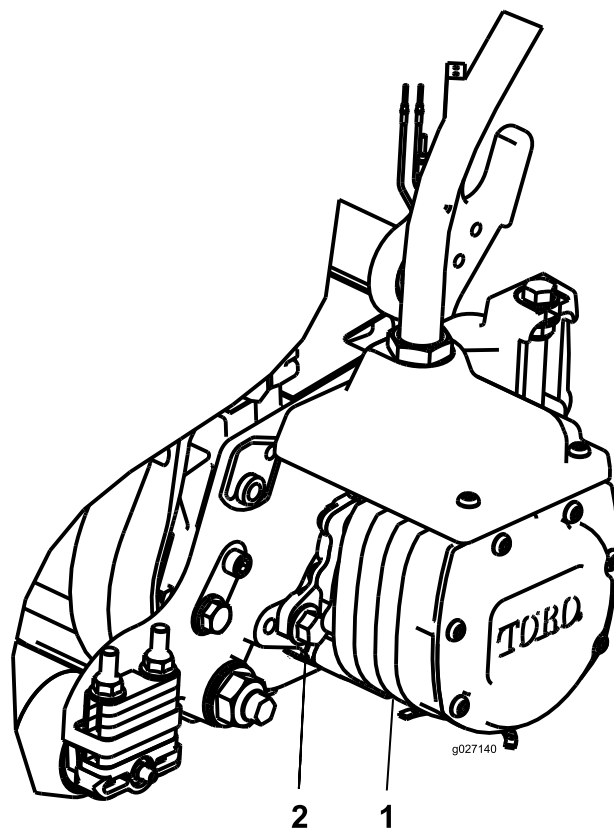

Figure 22
3. Placez le moteur sur l'unité de coupe de telle sorte que les brides du moteur évitent les boulons dans le sens horaire (Figure 22).